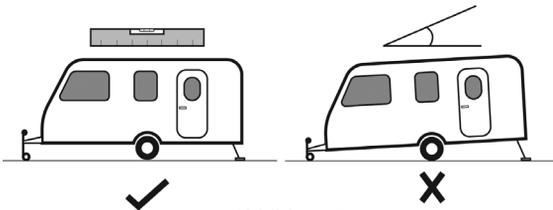

Abbildung 2
- (Abbildung 2) Sorgen Sie dafür, dass Ihr Wohnwagen, Wohnmobil oder Kastenwagen auf einer ebenen Fläche steht und gesichert ist.